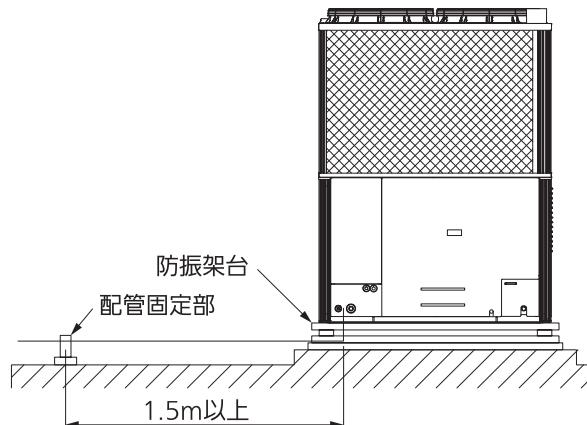

図19：防振架台の使用例
- 冷媒配管の固定は図19のように配管固定部と各室外ユニットまでの距離が1.5m以上になるようにしてください。